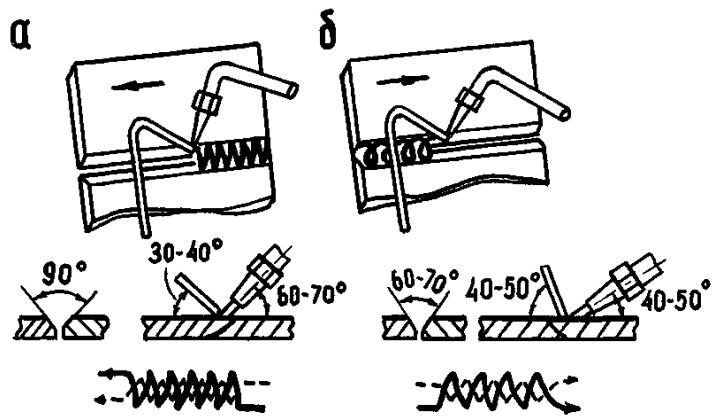

Рисунок 8.2 – Способы сварки: а–левый; б–правый
5. Технология газовой сварки. Правый и левый способы сварки (рис. 8.2).